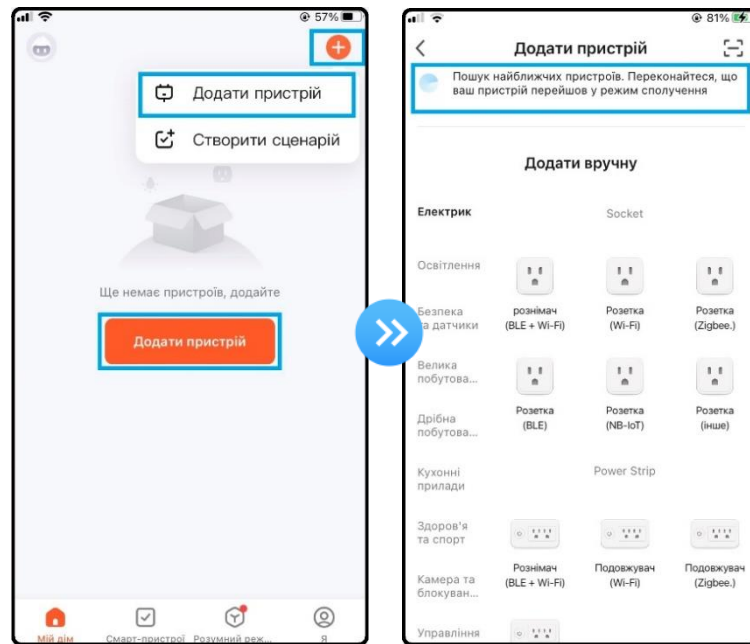

Рисунок 19
7. Відкрити додаток "TUYA" APP, увійти в основний інтерфейс, натиснути у правому верхньому кутку інтерфейсу "Додати пристрій"; смартфон увійде в "Автоматичний пошук пристрою" (рис.19)